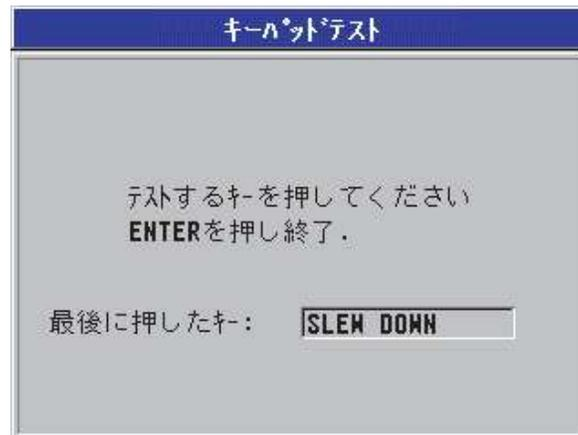

図 12-2 キーパッドテスト画面
4. キーパッドテストが選択されているときは、キーパッドテスト画面（204ページ図12-2参照）で、以下の操作を行います。